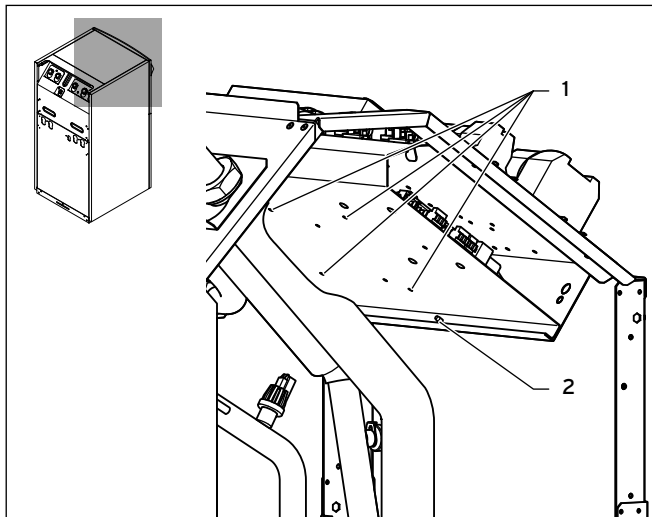

Fig. 4.3 Montera fästplattorna geoTHERM VWS/VWW/VWL-S ..1 och VWS ..4
- Anslut manöverledningens blå stickkontakt på startströmsbegränsaren (1) till reglerkretskortet (3).
- Fäll åter upp undre lådplanet och dra åter fast skruven (→ **Fig. 4.3, Pos. 2**).